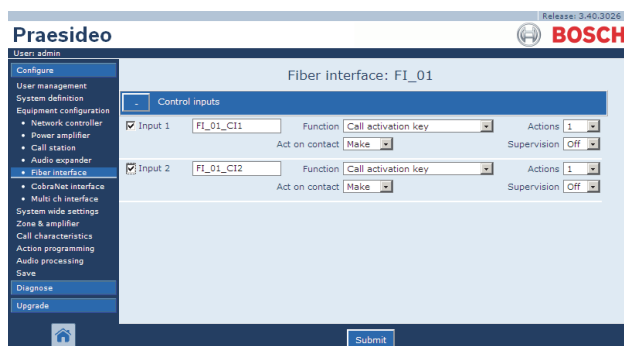

abbildung 44.51: Konfiguration der LWL-Schnittstelle, Schritt 2
- 2 Klicken Sie auf den Namen der zu konfigurierenden LWL-Schnittstelle. Im Hauptframe der webbasierten Benutzeroberfläche wird ein Bildschirm angezeigt, der dem in abbildung 44.51 gleicht.